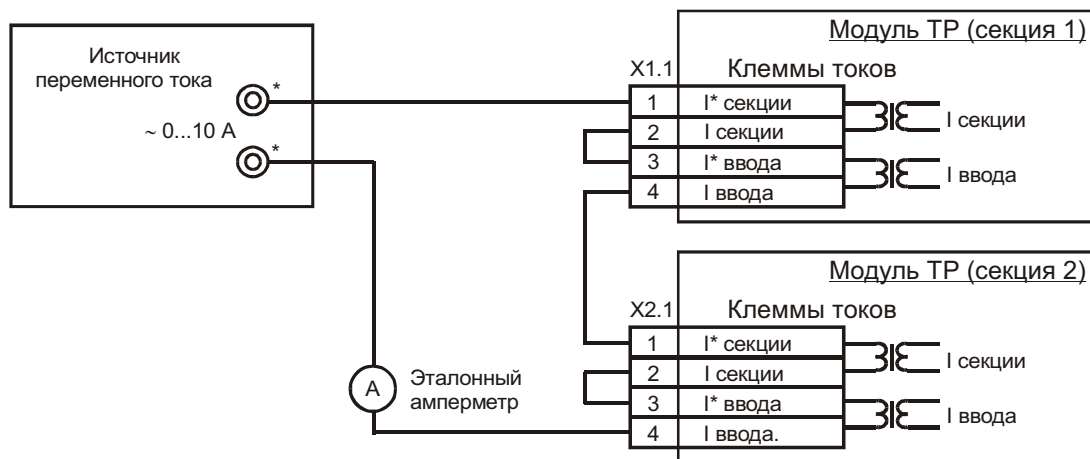

Рис. 5. Схема калибровки каналов измерения тока.
3.3.4.1 Для калибровки каналов измерения тока подключить источник переменного тока, регулируемый в диапазоне от 0 до 10 А с нестабильностью $\pm 0,2\%$ и мощностью не менее 5 ВА к клеммам тока X1.1 и X2.1 модулей ТР в соответствии с рис. 5. Последовательно подключить эталонный амперметр переменного тока класса точности 0,5.